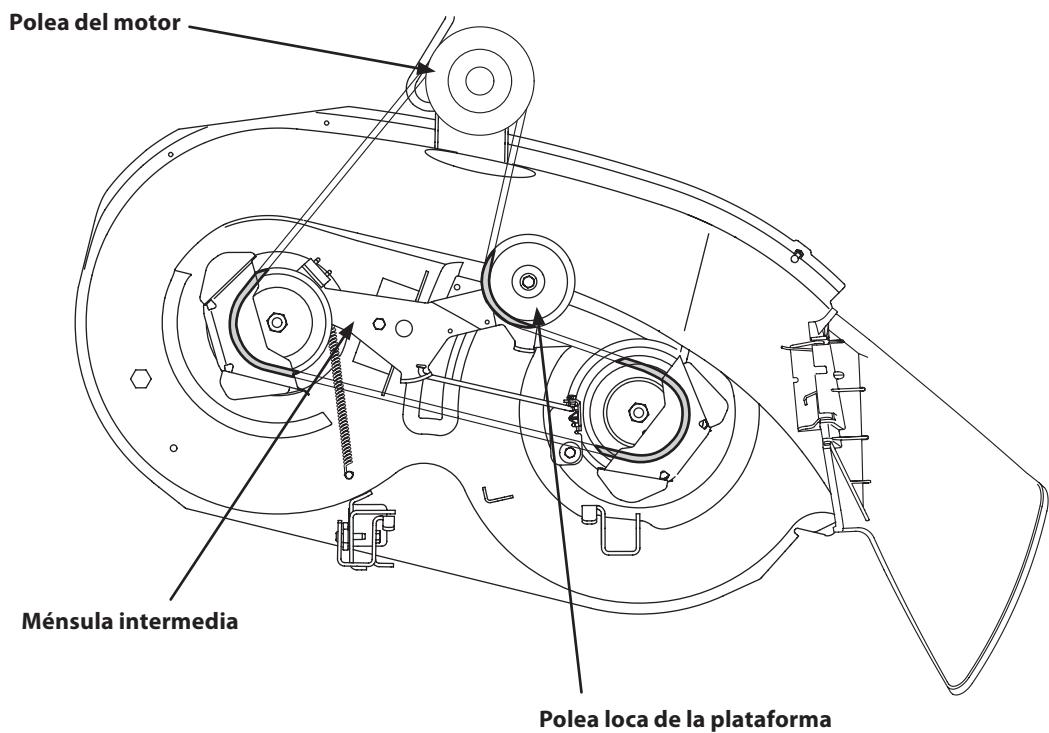

Figura 7-10
- Ruta de la correa nueva y como se muestra en la figura. 7-10.